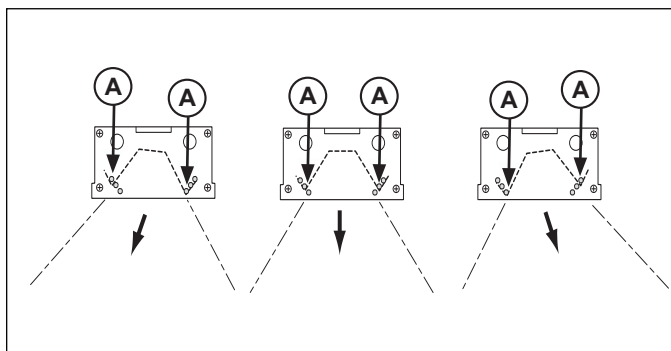

Figura 7. Posiciones del reflector.
3. Retire los tornillos pequeños (A) de los orificios situados en las placas de alineamiento extremas. Hay un tornillo en cada lado de la placa extrema que afianza el reflector. Consulte la Figura 7.